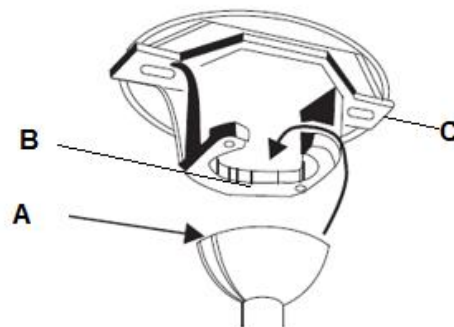

Fig. 7
Sollevarlo sulla staffa di supporto. Assicurarsi che la fessura (A) del giunto sferico sia posizionata sul perno (B) della staffa di supporto (C), in modo tale da evitare che il ventilatore ruoti quando è in funzione (Fig. 7).